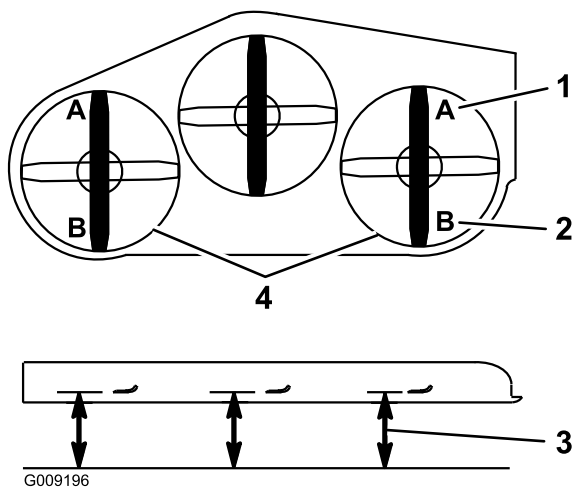

Figure 86
9. De chaque côté du tablier de coupe, mesurez la distance entre la surface plane et la pointe avant de la lame (position A). La distance obtenue doit être de 7,6 cm (3 po); voir Figure 86.
15. De chaque côté du tablier de coupe, mesurez la distance entre la surface plane et la pointe arrière de la lame (position B). La distance obtenue doit être de 8,3 cm (3-1/4 po); voir Figure 86.